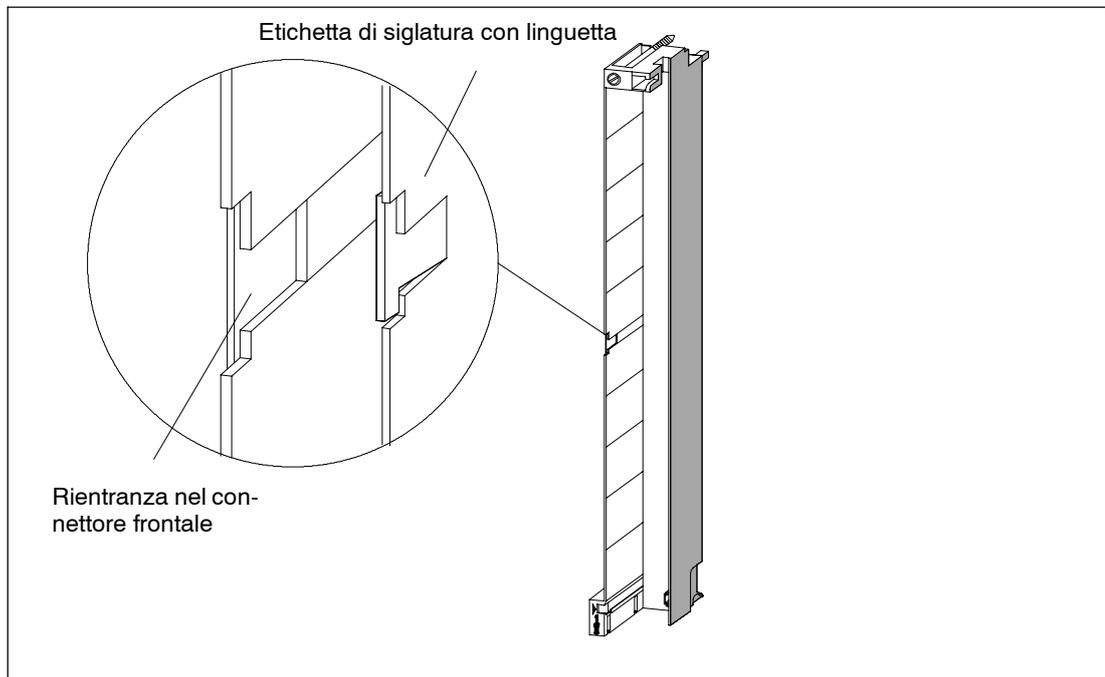

Figura 4-19 Inserimento dell'etichetta di siglatura nel connettore frontale
2. Introdurre l'etichetta compilata a sinistra sul connettore frontale aperto. L'etichetta di siglatura presenta nel mezzo una linguetta a forma di T, con la quale è possibile fissare l'etichetta sulla custodia del connettore frontale. Allargare leggermente la linguetta lateralmente e, durante l'introduzione dell'etichetta, inserirla dietro la rientranza corrispondente sul connettore frontale (vedere la figura 4-19).
La figura 4-19 mostra nei dettagli come applicare un'etichetta di siglatura all'interno del connettore frontale.